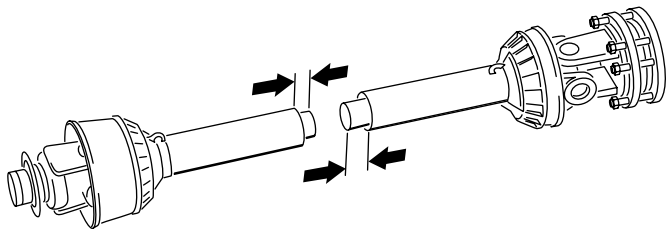

Figura 17
11. Separe las dos mitades del árbol de la TDF (Figura 17).
12. Mida la distancia desde el extremo de cada tubo a su protector correspondiente (Figura 17).